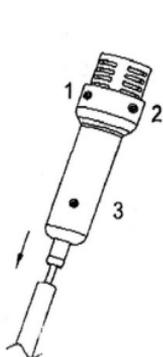

Fig.1
- Lösen Sie die drei Schrauben im Griff und nehmen Sie die Griffschale ab (Fig. 1).